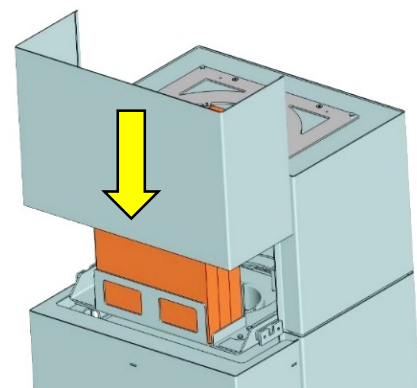

Abb. 10: Frontblende anbringen
5. Frontblende des Wärmespeicher-Moduls wieder anbringen. Frontblende von oben einschieben (Abb. 10), keine Verschraubung notwendig.